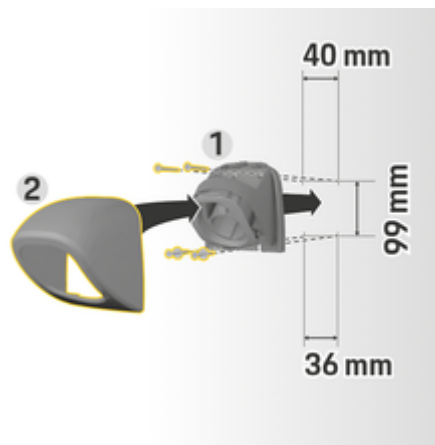

Fig. 64 Dimensões de perfuração
1. Remova o prendedor do conector 1 (Fig. 64) da tampa 2 (Fig. 64).
4. Parafuse o prendedor do conector 1 (Fig. 64) na parede.
5. Fixe a tampa 2 (Fig. 64) no prendedor do conector 1 (Fig. 64) pela parte de baixo e empurre para cima.